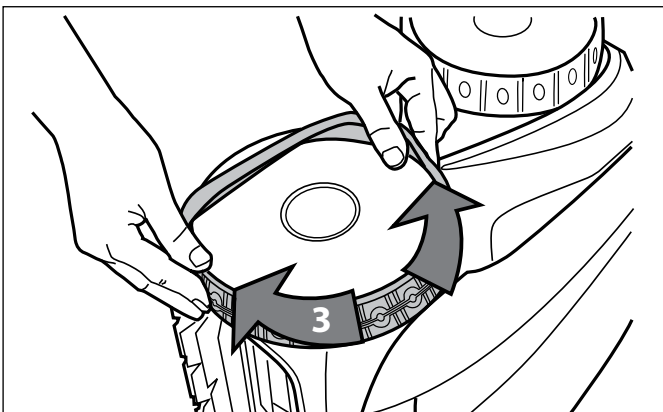

Figura 39. Acomode el neumático alrededor de la rueda
5. Coloque el neumático en la rueda y verifique que el borde del neumático esté en la posición correcta dentro de la ranura de la rueda (Figura 39).